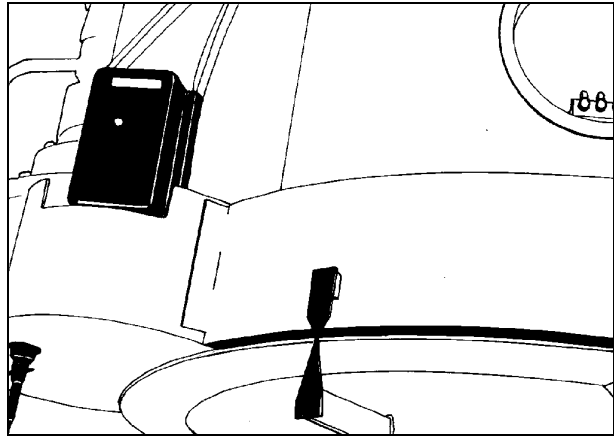

Fig. 1
- la columna de pluma sea orientada correctamente (Fig. 1).